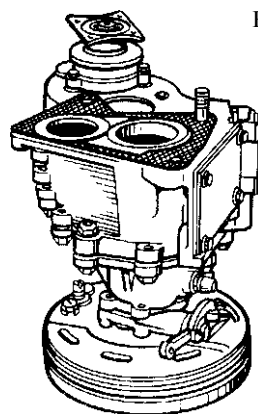

Рис. 7.13. Раздаточная коробка с уплотнительной прокладкой
4. Две уплотнительные прокладки и пластину смажьте с обеих сторон герметиком и установите на раздаточной коробке (рис. 7.13).